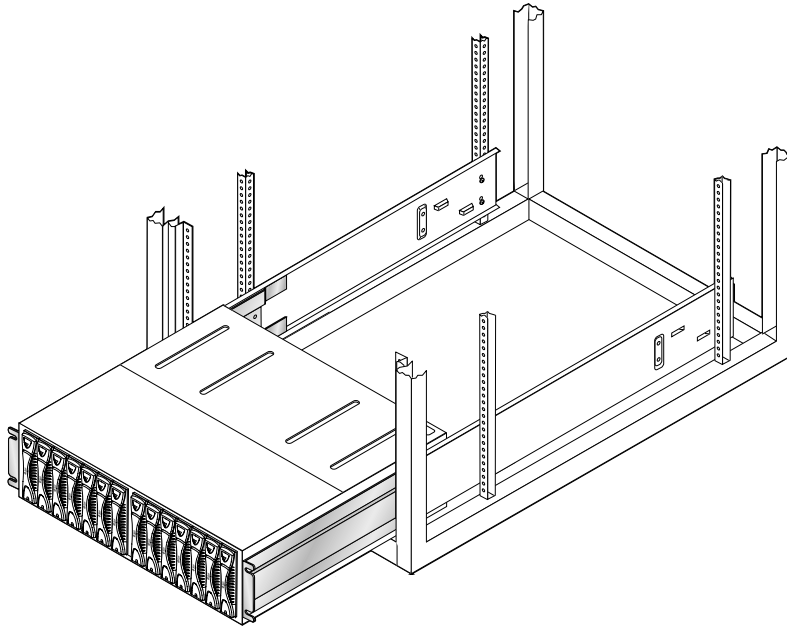

図 6-18 シャーシの取り出し
- b. キャビネットからシャーシを取り出します (図 6-18)。